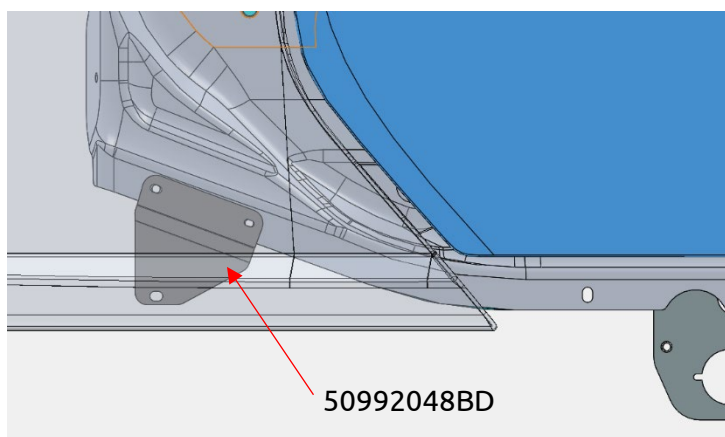

Fig. 1 – 50975003BD/BP Localización (Lado del piloto mostrado)
- a. Instale el soporte 50992048BD/BP (BD en el lado del piloto y BP en el lado del pasajero) usando los dos agujeros existentes en la línea de soldadura localizada atrás del panel del capó de la cabina (Fig 1). El soporte va en el lado exterior de la soldadura y se sujeta con los tornillos planos provistos 10-32x1", arandelas Zinc largas y tuercas. No apriete completamente los accesorios ya que cierto ajuste puede ser necesario.